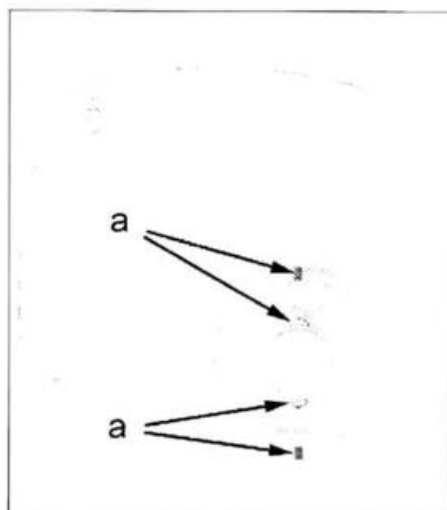

FIG. 12
- Marcar la posición angular de la articulación elástica trasera en el brazo inferior de suspensión (en "a") (fig. 12).